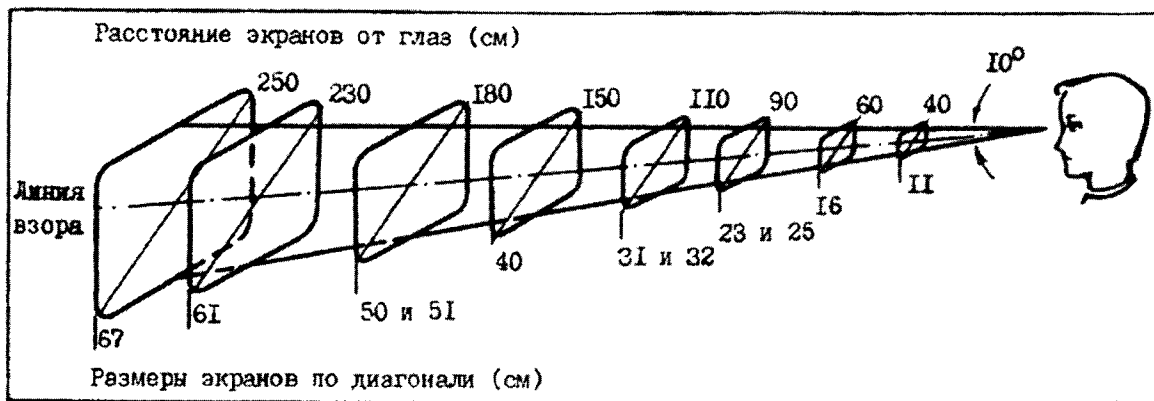

Рис. 2. Оптимальное расстояние экранов телевизоров от глаз наблюдателя в зависимости от размеров кинескопов по диагонали.
Четкость изображения по таблице 0249 определяется следующим образом. Необходимо с расстояния, при котором мелкие детали изображения в центре таблицы видны наиболее отчетливо (рис. 2), при оптимальном положении ручек “Контрастность”, “Яр-
2. Озономера — для измерения низких концентраций озона (принцип основан на хемилюминесцентной реакции озона, содержащегося в воздухе, с хемилюминофором — датчиком концентрации озона). ФИ — поворачивающийся светонепроницаемый стакан, в котором смонтирована герметическая кювета с хемилюминофором, имеющая тефлоновые патрубки ввода и вывода (подключенного к помпе-аспиратору) анализируемого воздуха (рис. 2);